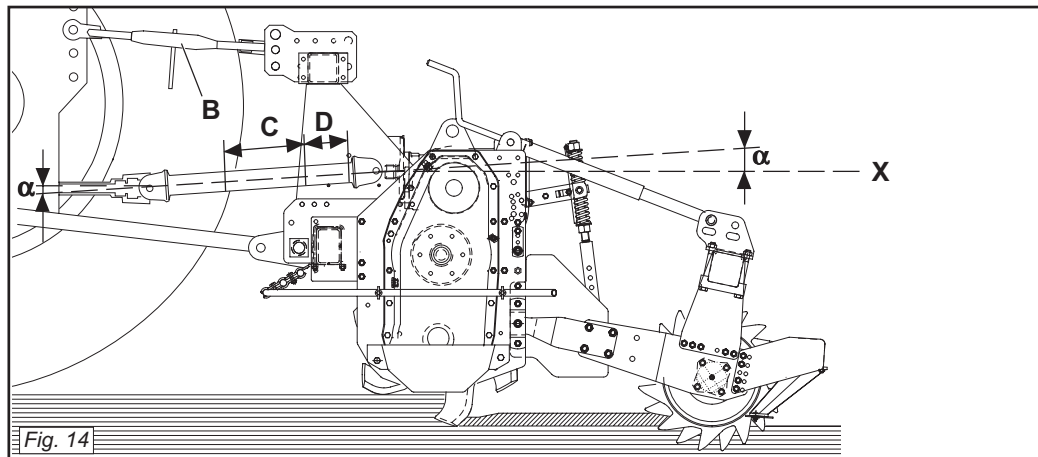
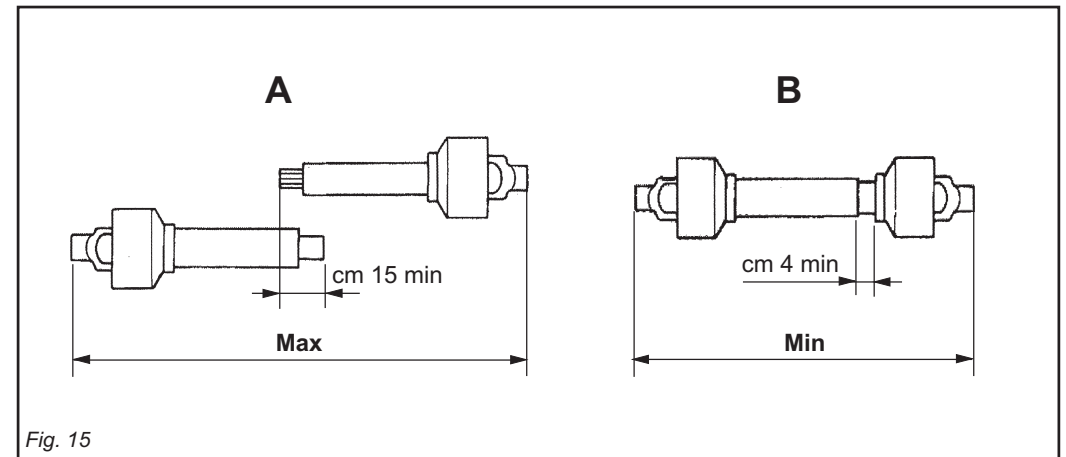

Fig. 14
Fig. 15
Per fare ciò aumentare o diminuire la lunghezza della barra superiore dell'attacco (B Fig. 14) in modo da portare l'asse (X Fig. 14) della ghiera scanalata della scatola parallela al suolo.
- I due angoli (α Fig. 14) formati dalle assi delle forcelle e l'asse dei tubi scorrevoli saranno uguali e non dovranno superare i 10° .
- La copertura (C Fig. 14) dei tubi scorrevoli deve essere di 15 cm minimo (Fig. 15).
To achieve this, increase or decrease the length of the top bar of the hitch (B Fig. 14) so as to set the axis (X Fig. 14) of the housing's grooved ring nut parallel to the ground.
- The two angles (α Fig. 14) formed by the fork axes and the axis of the sliding tubes will be equal and must not exceed 10° .
- The sliding tubes (C Fig. 14) must overlap by at least 15 cm (Fig. 15).
Pour obtenir cette condition augmenter ou diminuer la longueur de la barre supérieure de l'attelage (B Fig. 14) de manière à ce que l'axe (X Fig. 14) de la bague cannelée de la boîte soit parallèle au sol.
- Les deux angles (α Fig. 14) formés par les axes des fourches et l'axe des tubes coulissants doivent être identiques et ne doivent pas dépasser 10° .
- La couverture (C Fig. 14) des tubes coulissants doit être au minimum de 15 mm (Fig. 15).
Um dies zu erhalten, die Länge der oberen Kupplungsstange (B Abb. 14) erhöhen oder verringern, bis die Achse (X Abb. 14) der Keilmutter des Gehäuses parallel zum Boden steht.
- Die beiden Winkel (α Abb. 14), die aus den Achsen der Gabeln und der Achse der Gleitrohre bestehen, müssen gleich groß sein und dürfen auf keinen Fall größer als 10° sein.
- Die Überdeckung (C Abb. 14) der Gleitrohre muss mindestens 15 cm ausmachen (Abb. 15).
El enganche es correcto cuando la máquina está horizontal en posición de trabajo. Para ello aumentar o disminuir la longitud de la barra superior del enganche (B Fig. 14) en modo de llevar el eje (X Fig. 14) de la tuerca ranurada de la caja paralela al terreno.
- Los dos ángulos (α Fig. 14) formados por los ejes de las horquillas y el eje de los tubos corredizos serán iguales y deberán superar los 10° .
- La cobertura (C Fig. 14) de los tubos corredizos debe ser como mínimo de 15 cm (Fig. 15).
- I due tubi dell'albero di trasmissione a cardano non si devono ricoprire completamente, una corsa di sicurezza (D Fig. 14) di 4 cm minimo deve sussistere.
- Gli angoli (α Fig. 14) dei cardani non devono essere superiori a 40° (Fig. 14). Se non si raggiungono questi due risultati:
- The two tubes of the driveline shaft must not fully overlap. There must always be a safety travel (D Fig. 14) of at least 4 cm.
- The angles (α Fig. 14) of the drivelines must not exceed 40° (Fig. 14).
- Les deux tubes de l'arbre de transmission à cardans ne doivent pas se recouvrir complètement, il doit rester une course de sécurité (D Fig. 14) de 4 cm au minimum.
- Les angles (α Fig. 14) des cardans ne doivent pas être supérieurs à 40° (Fig. 14).
- Die beiden Rohre der Gelenkwelle dürfen sich nicht ganz überdecken. Es muss noch einen Sicherheitshub (D Abb. 14) von mindestens 4 cm geben.
- Die Winkel (α Abb. 14) der Gelenkwellen dürfen nicht größer als 40° sein (Abb. 14).
- Los dos tubos del árbol de transmisión de cardán no se deben cubrir completamente, debe quedar una carrera de seguridad (D Fig. 14) de 4 cm como mínimo.
- Los ángulos (α Fig. 14) de los cardanes no deben ser superiores a 40° (Fig. 14).
Quando l'albero cardanico è sfilato al massimo, i due tubi devono sovrapporsi per almeno 15 cm. Quando esso è inserito al massimo, il gioco minimo consentito deve essere di 4 cm. (Fig. 15).
When fully inserted, the minimum play must be 4 cm. (Fig. 15).
Quand l'arbre à cardans est déboîté au maximum, les deux tubes doivent se superposer d'au moins 15 cm. Quand il est entièrement rentré, le jeu minimum admissible doit être de 4 cm. (Fig. 15).
Wenn die Gelenkwelle so weit wie möglich auseinandergezogen ist, müssen die beiden Teile sich noch um wenigstens 15 cm überlappen. Wenn die beiden Teile ganz zusammengeschoben sind, muß das kleinstmögliche Spiel 4 cm ausmachen (Abb. 15).